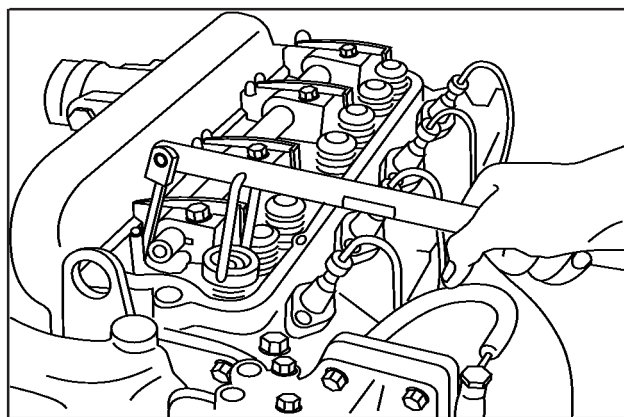

FIG 13
2. Utilize a ferramenta nº. 81 30 002, **Fig.13**, para comprimir as molas.